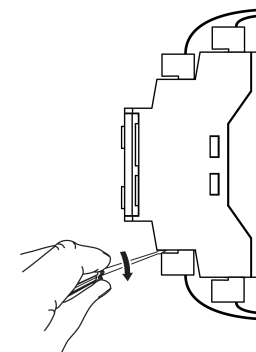

Рисунок 11.1 – Отсоединение съемных частей клемм
1. Отсоединить съемные части клемм от прибора (см. рисунок 11.1).